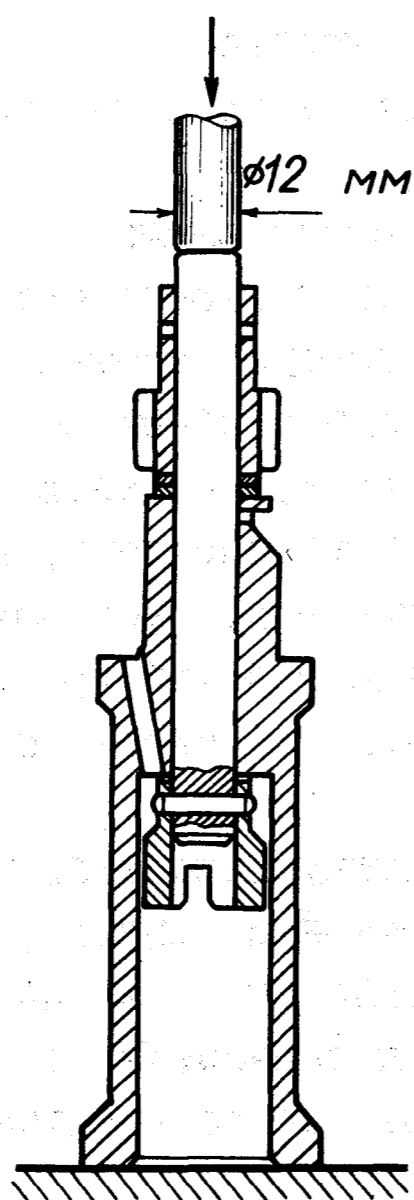

Рис. 78. Снятие шестерни привода распределителя
- спрессовать шестерню, если требуется заменить упорные шайбы. Для этого установить корпус привода его верхним торцом на подставку с отверстием, чем обеспечивается свободный проход валика в сборе с упорной втулкой. Усилие выпрессовки прилагать к концу валика через оправку диаметром 12 мм (рис. 78);